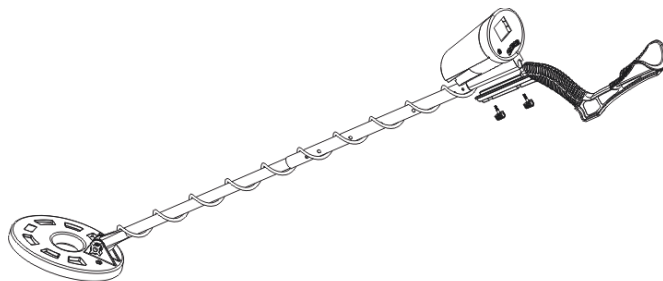

Fig. 1
1. Desserrez les boutons poussoirs triangulaires situés sous le panneau de commande, insérez le support et serrez les boutons triangulaires comme indiqué (voir figure 1).